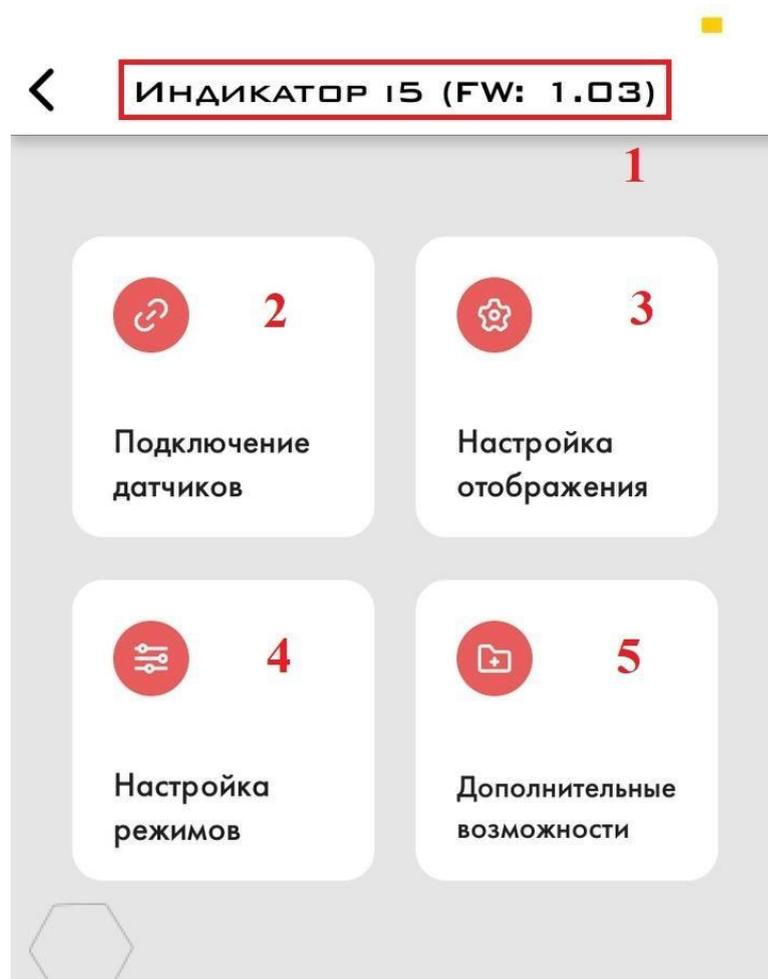

Рис. 10 Основной экран настройки И-5
2.2.6 После подключения к И-5, вы увидите основной экран настройки (Рис. 10). Вверху экрана, вы можете увидеть имя устройства и текущую прошивку “FW” (Рис. 10, 1).